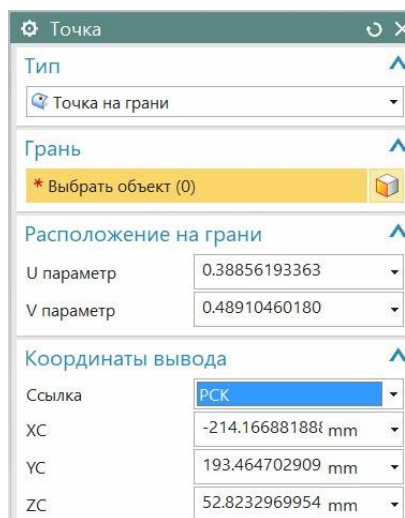
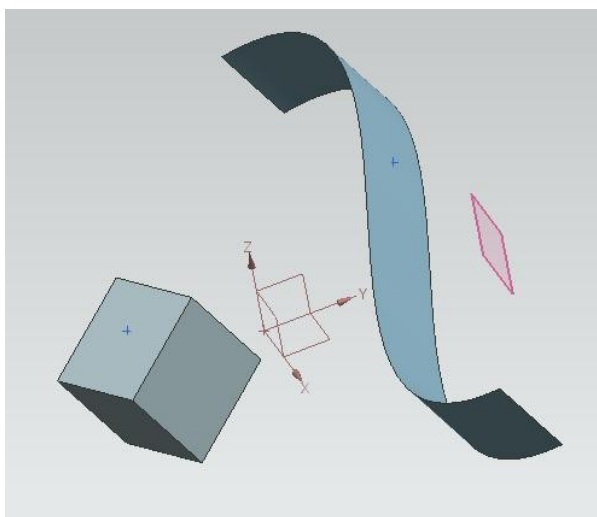

Рис.42
рис.43
- Есть такая возможность в диалоговом окне построения точек (рис. 42). И с её помощью легко строятся точки на плоских **гранях** и кривых **поверхностях**. Но, к сожалению, таким образом точки **не строятся на вспомогательных и стандартных плоскостях** (рис.43).
- Кстати, о гранях. При построении точки на грани в диалоговом окне есть поле, в котором положение точки на грани задается по координатам U и V (*Расположение на грани*), и в декартовых координатах (*Координаты вывода*, рис.42).